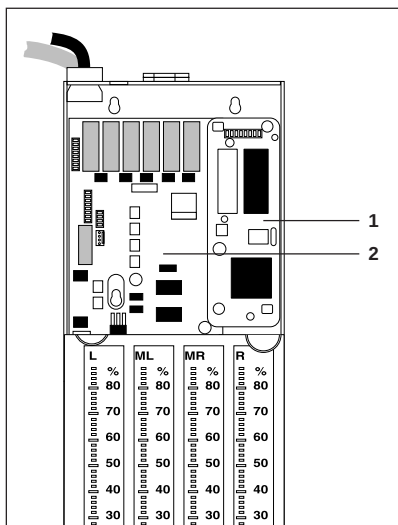

Abb. 5: Internes Abrechnungsmodul installieren
Das Abrechnungsmodul ist jetzt über die 12-V-Versorgungsleitung und vier Datenleitungen für die serielle Kommunikation mit dem Geldwechsler verbunden (s. Abb. 5).
- 3** Abrechnungsmodul an den vorgesehenen Befestigungslöchern verschrauben (s. Abb. 5).